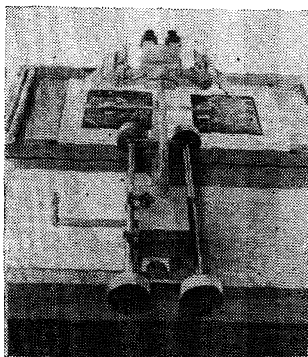

Рис. 42. Стереопантометр
7.14. Стереопантометр (рис. 42) предназначен для нанесения на планшет по стереопаре аэроснимков элементов ситуации и рельефа. Может использоваться для дешифрирования.